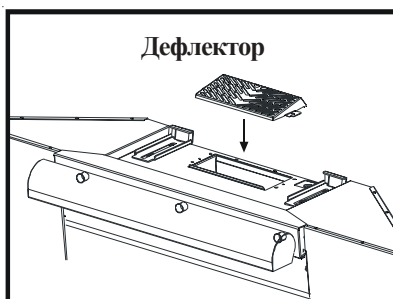

Рис. 2
- Дефлектор следует закрепить с помощью двух винтов 3,5 x 9,5 мм, **рис. 2**.